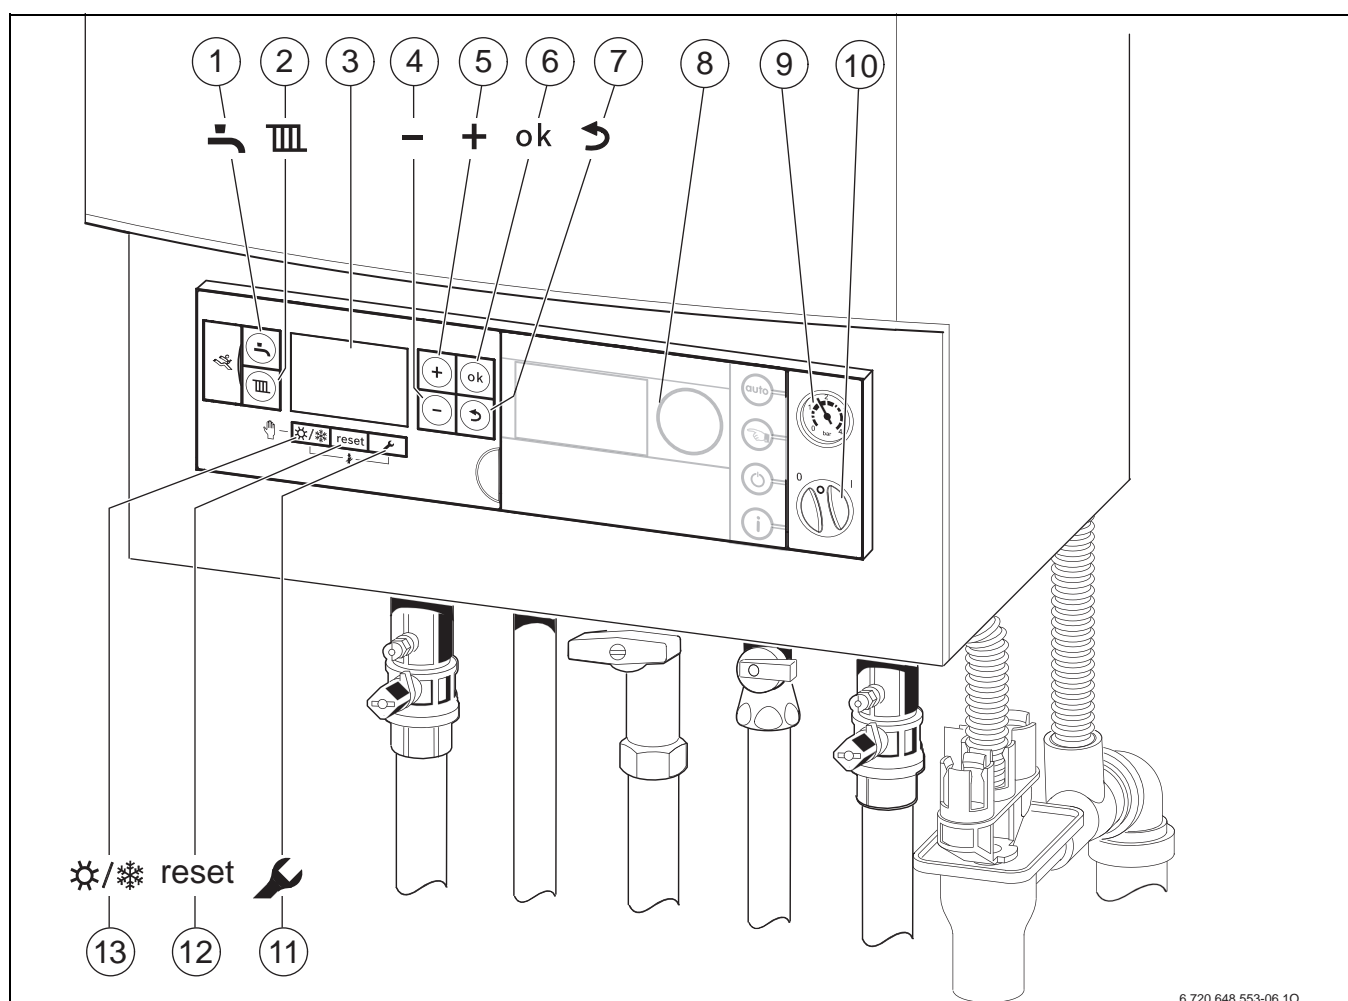

Fig. 5
- Betjeningsenhed ModuLine 400 indbygget i kedlen, → fig. 5, [8].